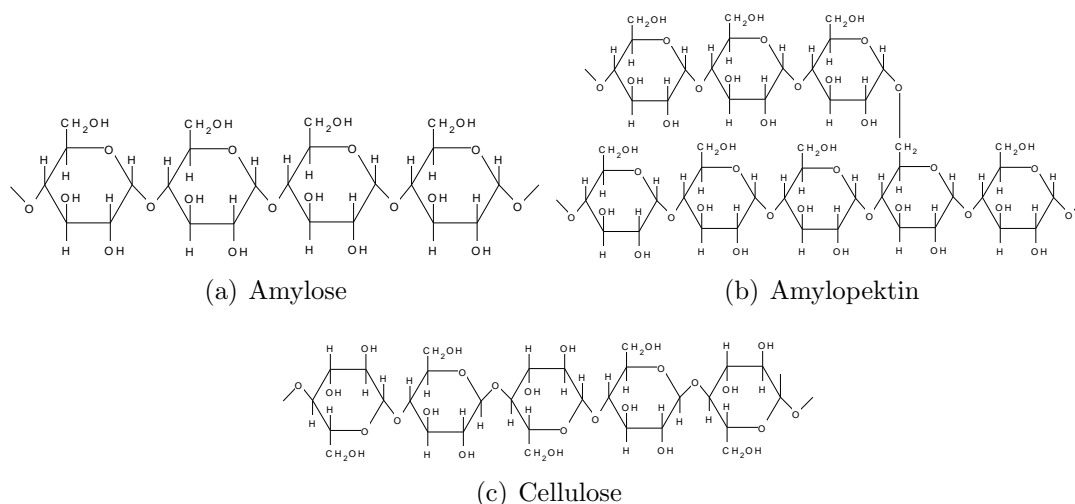

Abbildung 3.4: Strukturformeln von verschiedenen Stärken bzw. von Cellulose
**Amylose** („lösliche Stärke“) besteht aus ca. 200-300 1-4-monoglycosidisch verknüpften Glucose-Bausteinen, die sich schraubenförmig umeinander winden; jede Windung ist  $6\frac{1}{2}$  Moleküle lang. (S. Abb. 3.4(a) auf S. 27) Bei Erwärmung löst sich die Spiralstruktur auf. Beim Lösen in Wasser lagern sich Wassermoleküle an die Spirale an; die Lösung *verkleistert*4. Ist die Stärke vollständig gelöst, weist die kolloide Lösung TYNDALL-Effekt auf.5
**Amylopektin** besteht aus ca. 3000 1-4-monoglycosidisch verknüpften Glucose-Bausteinen, die lange, verzweigte Ketten bilden: An ca. jedem 25. Baustein ist eine Seitenkette 1-6-monoglycosidisch angehängt. Diese Seitenketten sind wieder 1-4-monoglycosidisch verknüpft und werden bis zu 20 Glucoseeinheiten lang. (S. Abb. 3.4(b) auf S. 27)
Cellulose besteht aus 500-5000 1-4-monoglycosidisch verknüpften  $\beta$ -D-Glucose-Molekülen.6 Dadurch, dass die Glycosidbindung zwischen den einzelnen Bausteinen abwechselnd nach oben und unten zeigt (vgl. Abb. 3.4(c) auf S. 27) und sich Wasserstoffbrücken zwischen der OH-Gruppe am  $C_3$  und dem Ringsauerstoff bilden, ergibt sich ein langgestreckter Bau, bei dem die Glucoseringe alle (annähernd) in einer Ebene liegen.7 Cellulose ist in Wasser und anderen Lösungsmitteln unlöslich, nimmt Wasser jedoch auf.